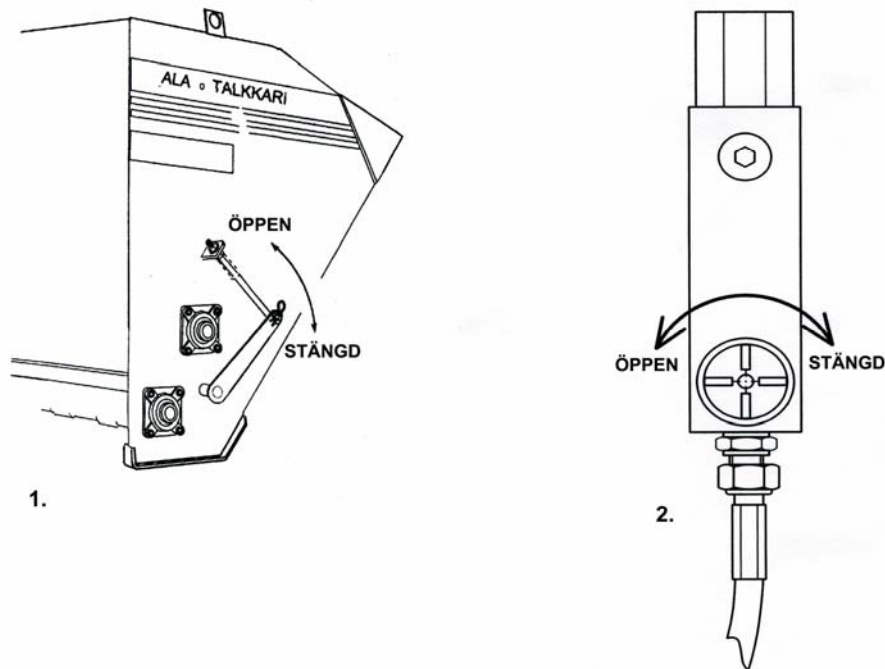

Bild 2.
1. Mängdregleringsgummin pressas tätt mot spridarvalsen eller lossas med hjälp av mängdregleringsspaken på vänster sida av maskinen. Bild 2.
2. Mängden som ska spridas ut kan ökas genom att öka rotationshastighet på spridarvalsen. På motsvarande sätt kan sandmängden minskas genom att minska rotationshastigheten. Detta sker genom att reglera oljeflödet med hjälp av en hydraulventil. Bild 2.